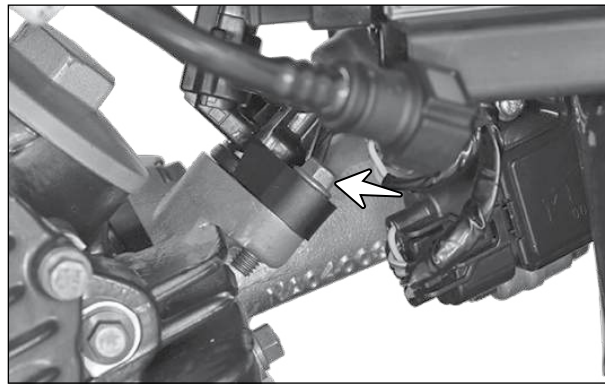

Fig. 4.15
- Remova o parafuso de fixação (M6) (seta) do injetor de combustível. (Fig. 4.15)